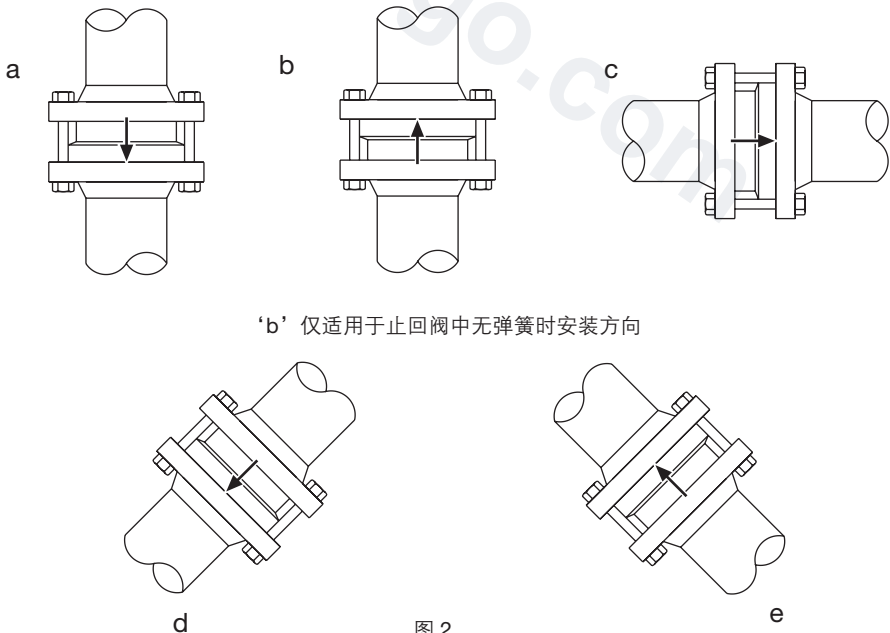

图 2
3.5 碟片式止回阀安装在两个管道阀兰之间（见图 2）。标准垫片，长螺栓或螺柱用于阀门两边。